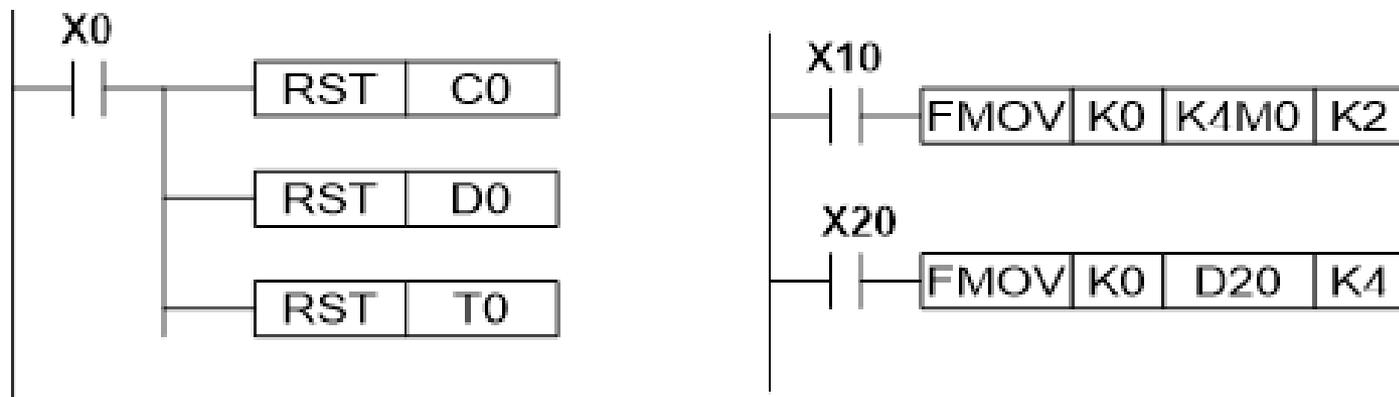

图7.53 其他复位指令的应用说明
(4)可用于元件复位或清零的指令, 还有FMOV,RST指令, 其使用方法如图7.53所示。